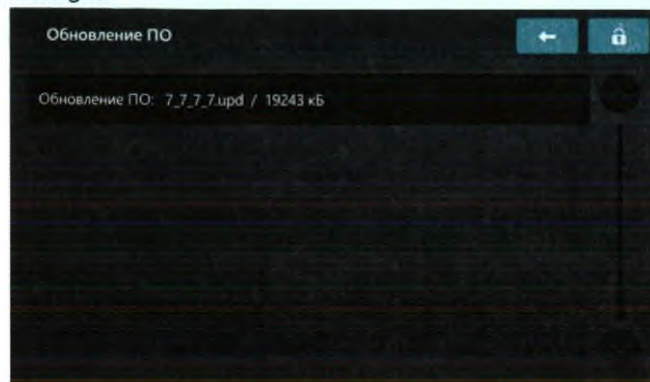

Рис.13.2 – Выбор файла для обновления ПО
13.7 Выберите пункт с названием файла обновления и нажмите «ОК» для подтверждения обновления ПО как показано на рис.13.2.